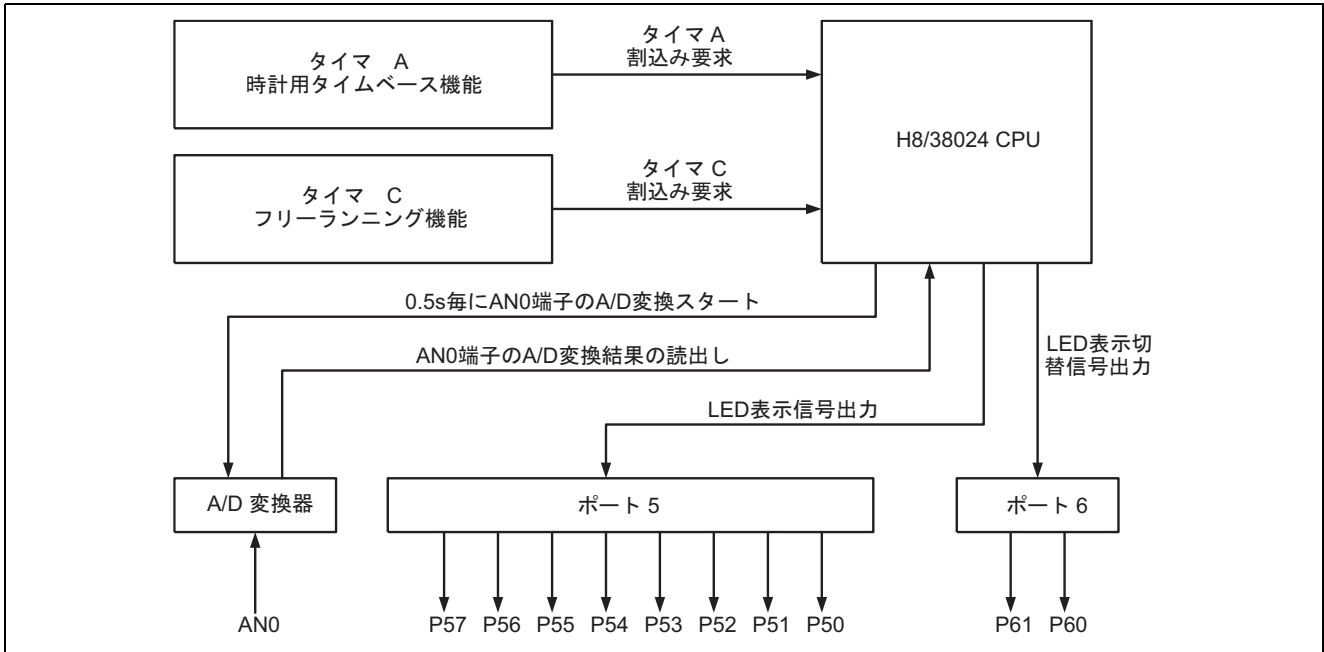

図 6 使用機能ブロック図
1. 図 6 に本タスク例における H8/38024 の使用機能のブロック図を、表 2 に機能割付けを示します。